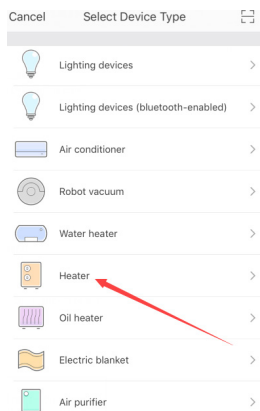

Fig 2
- A) Elija "Radiador", como se muestra en la imagen 2